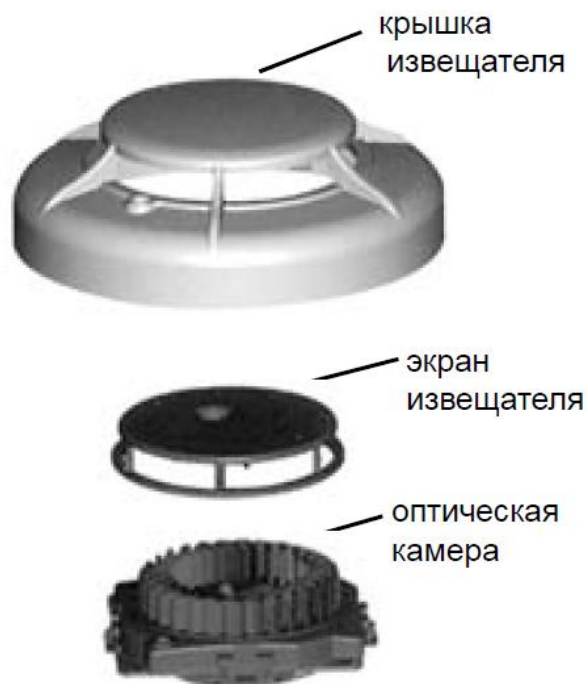

Рис.2. Извещатель ИП212-58М со снятой крышкой
2. Снимите крышку извещателя (рис. 2), для чего при помощи отвертки с плоским шлицем осторожно ослабьте каждую из четырех защелок, которые удерживают плату извещателя внутри крышки. Осторожно очистите пылесосом или струей сжатого воздуха наружную поверхность экрана, не снимая его, и внутреннюю поверхность крышки.